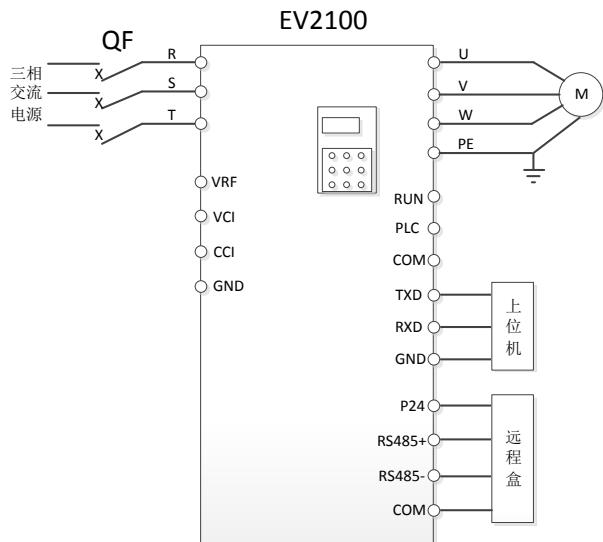

图4-16 串口运行配线图
如图4-16所示。
- (1)按图4-16接线后上电;
- (2)用PANEL/REMOTE键进入上位机串口控制方式;
- (3)修改F0.02功能码参数为30.00, 即30Hz;
- (4)修改F0.03功能码为2, 运行命令由串口控制, 将FF组通讯参数设置为与上位机或远程盒配置;
- (5)修改F6.00功能码参数为0;
- (6)若采用RS232方式与上位机相连, 请确认CN11的跳线位于RS232位置, 信号线接在控制板的RS232口(TXD、RXD、GND)。若采用RS485方式与远程盒相连, 请确认CN11的跳线位于RS485位置, 信号线接在控制板的RS485口(RS485+、RS485-、P24、COM);
- (7)在上位机的DrvWindows(选配软件)环境中, 按RUN按钮(或远程盒上按RUN键), 则变频器开始运行;
- (8)在上位机的DrvWindows环境中, 按STOP按钮(或远程盒上按STOP键), 则变频器停止运行;
- (9)断电。